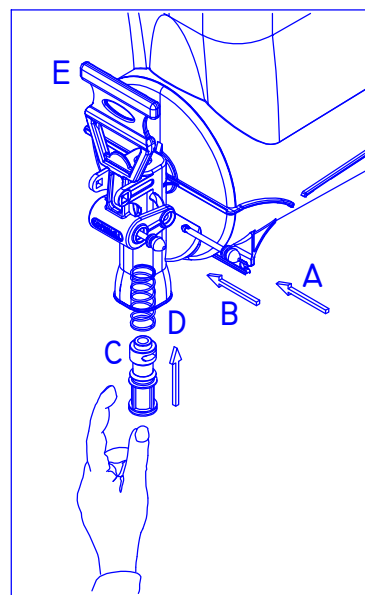

Fig. 24
- 2) Lubrifiez la soupape **C** avec la vaseline fournie avec la machine et poussez-la avec le ressort **D** dans le siège du trou de sortie du produit et insérer le pinot **A**. (Fig. 24)